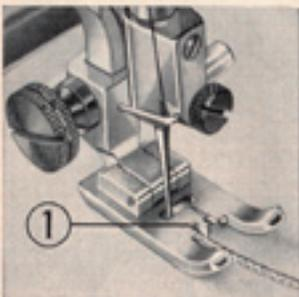

Abb. 50
Um das Knopfloch durch Einlage eines weichen Schnürchens zu verstärken, dieses in die linke Öffnung (1) des Knopflochfusses (Abb. 50) einführen. Nachher in genau gleicher Weise wie für das gewöhnliche Knopflochverfahren. Das Schnürchen wird dadurch ganz zugedeckt. Am Schluss die Enden der Schnürchen etwas anziehen und ganz dicht am Knopfloch abschneiden.